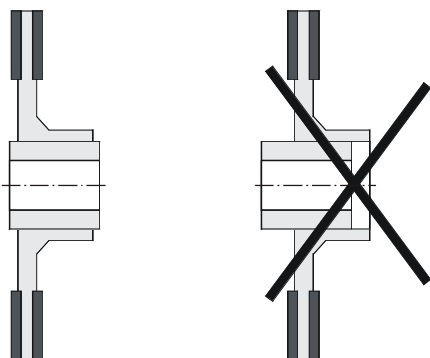

Fig. 6
Le rotor (4) doit être placé sur le moyeu (1) de manière à ce que la denture reste complètement en prise, même lorsque les garnitures de friction sont usées (fig. 6).